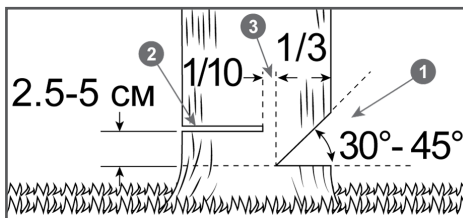

Рис. 16 Расположение запила, пропила и недопила
6. Начните пилить с той стороны дерева, куда оно должно упасть (Рис. 16). Сделайте запил 1 с той стороны, куда должно упасть дерево, глубиной примерно  $\frac{1}{3}$  диаметра ствола и под углом от 30 до 45 градусов (Рис. 16). Линия стыка двух пропилов, образующих запил, называемая направляющей линией, должна располагаться как можно более горизонтально и под углом 90 градусов к направлению валки.
7. Сделайте основной валочный пропилом 2 с противоположной стороны, выше основания запила на 2,5-5 см. Между основным пропилом и запилом должен оставаться недопил 3 примерно 1/10 диаметра ствола. Вставьте своевременно клин в пропилом. Недопил 3 действует как шарнир и позволяет контролировать падение дерева (Рис. 16).
*Ни в коем случае не допиливать до конца недопил 3 (Рис. 16), так как вы не сможете контролировать направление падения дерева.*